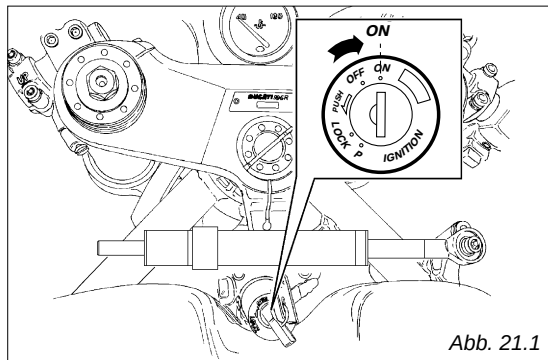

Abb. 21.1
1) Den Zündschlüssel auf die Angabe **ON** (Abb. 21.1) drehen und dabei prüfen, ob die grüne Kontrollleuchte **N** und die rote Öldruckkontrollleuchte  auf dem Instrumentenbrett aufleuchten.